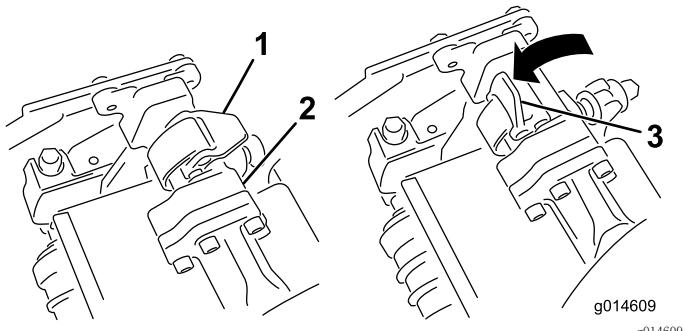
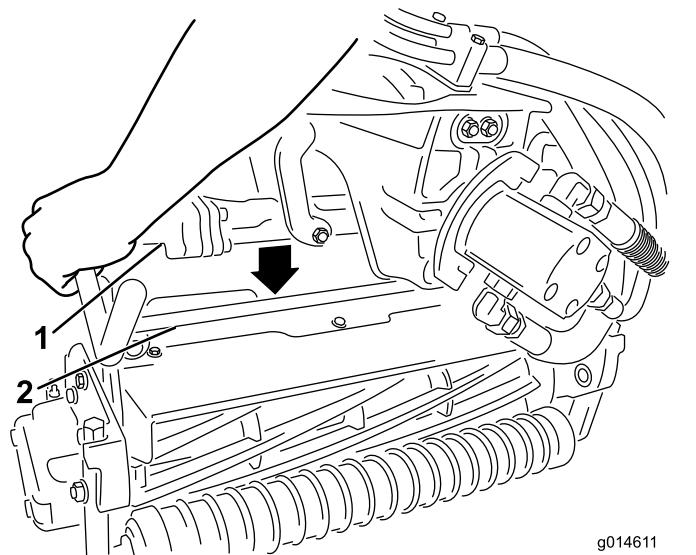

图36
图37
4. 当悬挂臂杆上的闩锁指向上方（即打开）时（图36），向下压悬挂臂，使悬挂臂杆与滚刀组上方的支架相契合（图37）。
5. 向下并绕着滚刀组横杆关闭闩锁，将它们锁定到位（图36）。
5. 打开您正在拆下的滚刀组悬挂臂上的闩锁（图36）。